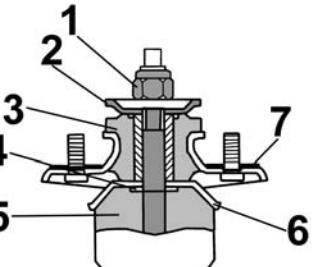

Fig 8
- **Fig. 8** Anbauteile entnehmen.
- **Fig. 8** Remove add-on parts.
- **Fig. 8** Enlever les composants.